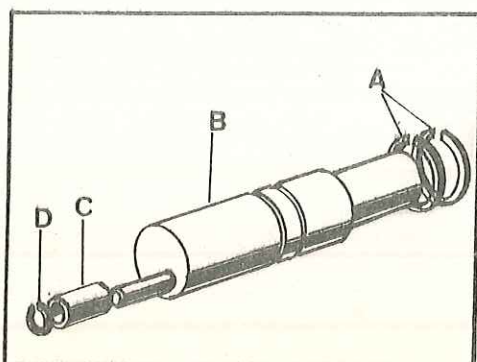

Fig. H-68 Eje excéntrico
1.6. Con los alicates de punta, sacar los anillos elásticos, A, de sus alojamientos, en el eje excéntrico, B (Fig. H-68).
3.2. Montar en el eje excéntrico sus componentes (Fig. H-68).